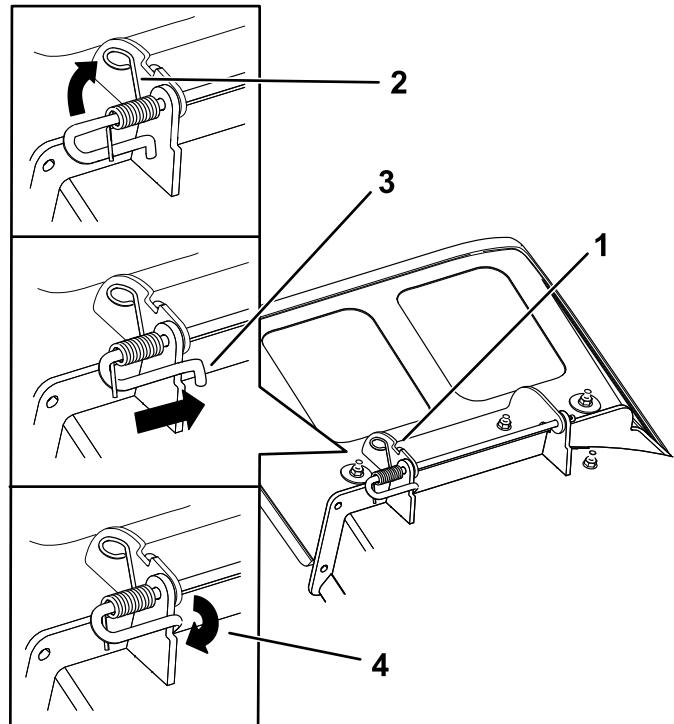

Figura 80
3. Coloque el nuevo deflector de descarga con los extremos de los soportes entre los soportes soldados de la carcasa, según se muestra en Figura 80.
5. Coloque el muelle en la varilla según se muestra en Figura 80, de manera que el extremo corto del muelle suba desde debajo de la varilla antes de la curva y pase por encima de la varilla después de la curva.
6. Levante el extremo del muelle que tiene bucle y colóquelo en la muesca del soporte del deflector (Figura 80).
7. Fije el conjunto de varilla y muelle torciéndolo de manera que el extremo corto de la varilla pueda colocarse detrás del soporte delantero que está soldado a la carcasa (Figura 80).